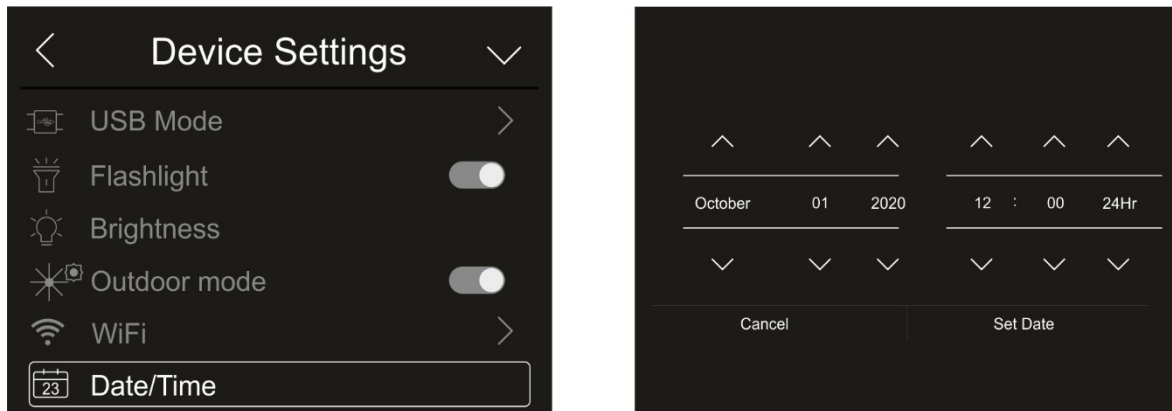

Abb. 19: Einstellung von Datum/Uhrzeit des Systems
1. Berühren Sie "Date/Time", um das Datum/die Uhrzeit des Systems einzustellen. Die Bildschirmseite in der Abb. 19 – rechte Seite erscheint im Display: